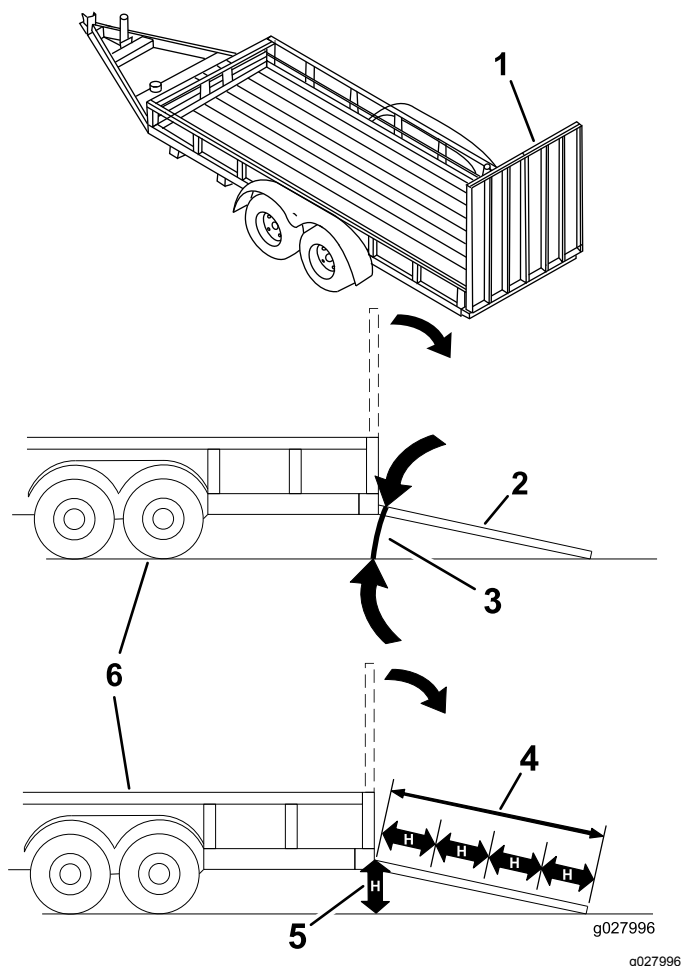

Figure 26
Le chargement de la machine sur une remorque ou un camion augmente le risque de basculement et donc de blessures graves ou mortelles (Figure 26).
3. Abaissez la rampe pour que l'angle avec le sol ne dépasse pas 15 degrés (Figure 26).
1. Abaissez la rampe pour que l'angle avec le sol ne dépasse pas 15 degrés (Figure 26).